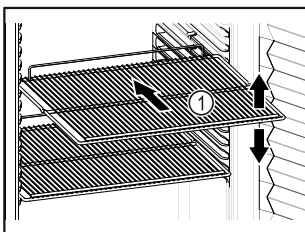

Fig. 55
- ❑ Jeśli ruszty do składowania Fig. 55 (1) są ruchome, należy je ustawić odpowiednio do wysokości.